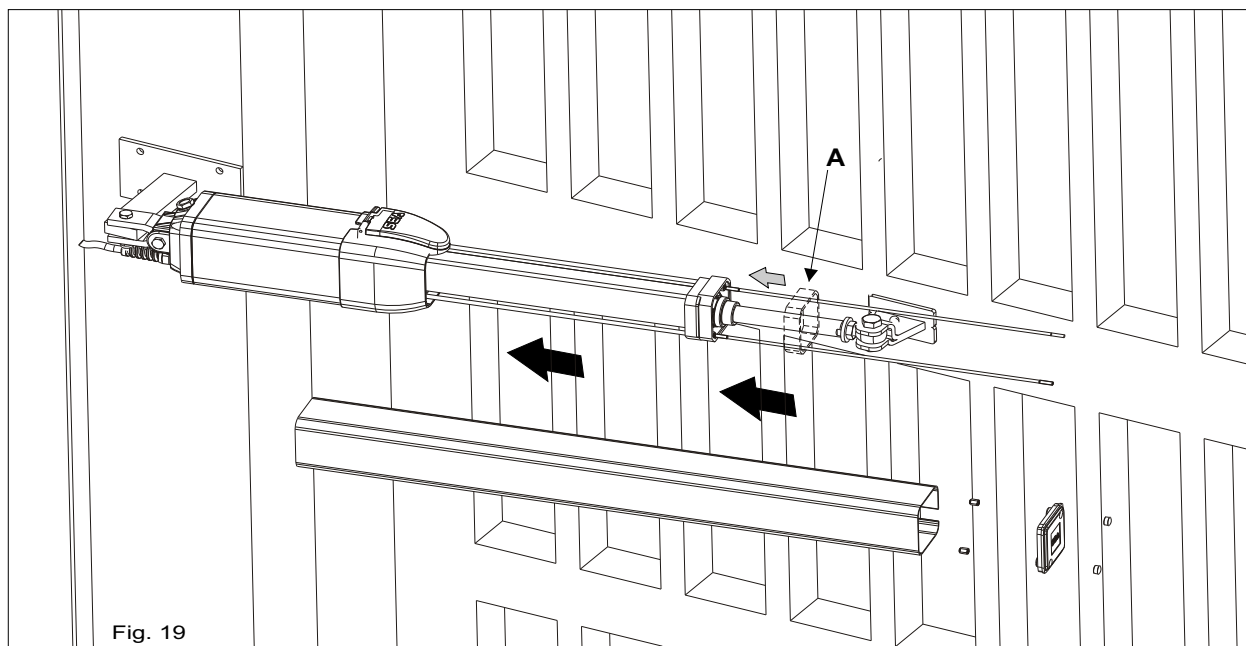

Fig. 19
Verificar de haber insertado el marco en plastica antivibracion (A) antes de insertar el estruso cubrevarilla (Fig. 19)